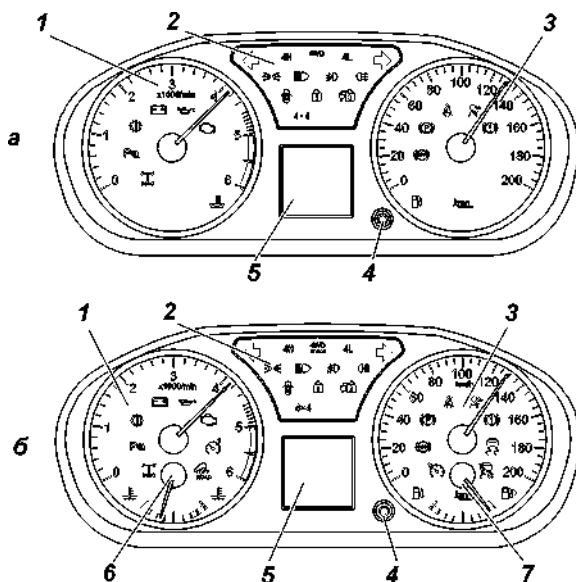

Рис. 3.5. Комбинация приборов (наименование позиций см. в тексте):
На рис. 3.5 изображена комбинация приборов.
- суточный пробег автомобиля. Сброс показаний счетчика суточного пробега производится продолжительным (более 2 с) нажатием на кнопку 4 (рис. 3.5) или 1 «ОК/RESET» (рис. 3.9);